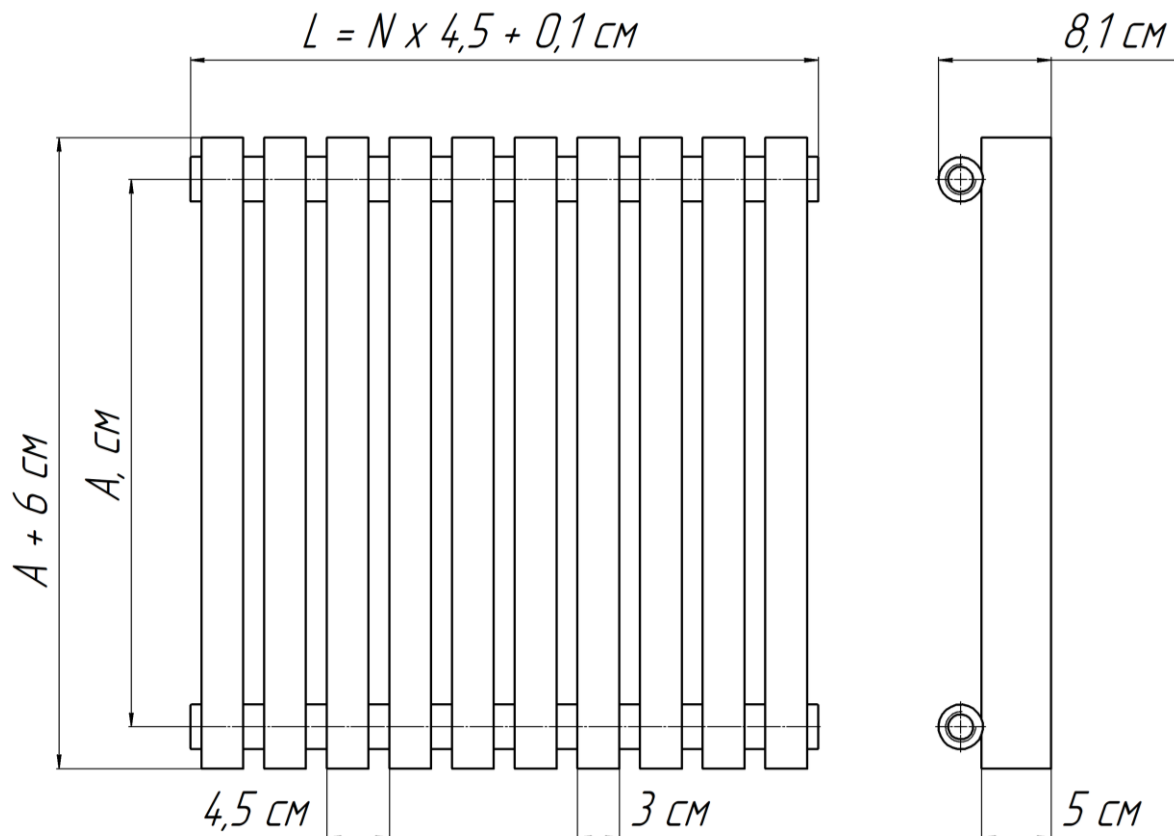

Рис.1. Радиатор «ELLIPSE P V», где: А – межцентровой монтажный размер; N – количество секций; L – габаритная длина.
2.1. Основные размеры и параметры радиаторов приведены на Рис.1 и в Таблице №1.